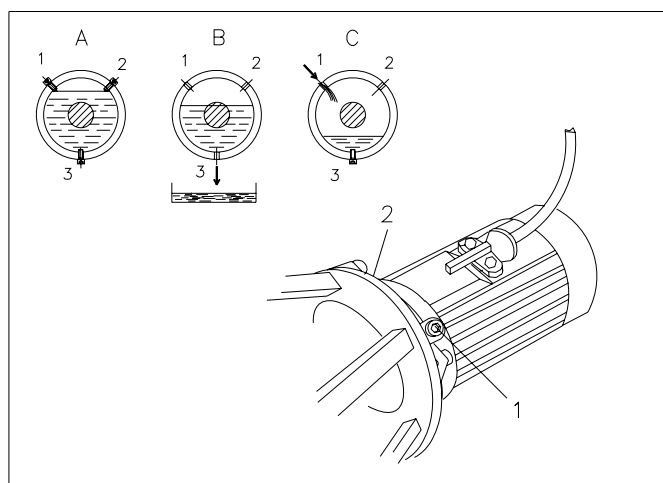

Fig. 7.8
Sæt mixer horisontalt med olieaftapningsproppen (1) i nedre position (Fig. 7.8 position A).
Drej atter mixer i dens oprindelige position og påfyld oliebeholderen med ny olie, indtil oliestanden er lige under fyldeåbningen (Fig. 7.8 position A).